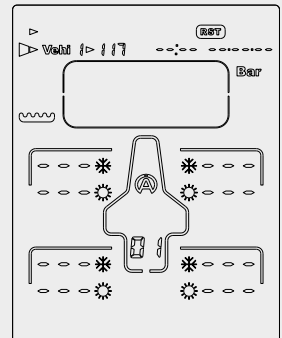

Figure 16
- 4) Pressez le bouton central  pendant 1 seconde, pour effacer toutes les données du véhicule 1 (figure 16)